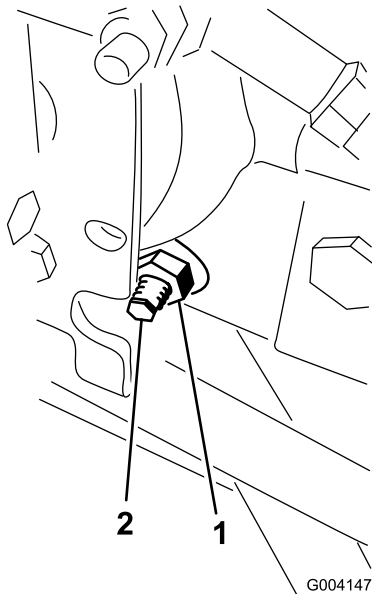

Bild 63
3. Lösen Sie rechts am Hydrostat die Sicherungsmutter an der Fahrtrieb-Einstellnocke (Bild 63).